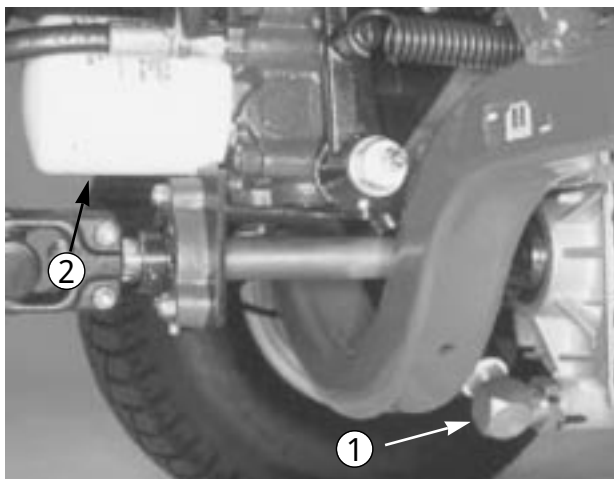

図 67
2. トランスミッション（図67）の下のスクション・ライン付近をきれいに拭き、下に容器を置く。
2. フィルタ（図67）付近をきれいに拭き、容器を下に置いてフィルタを外す。